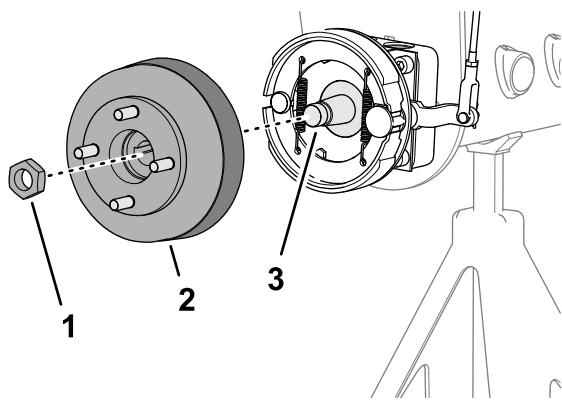
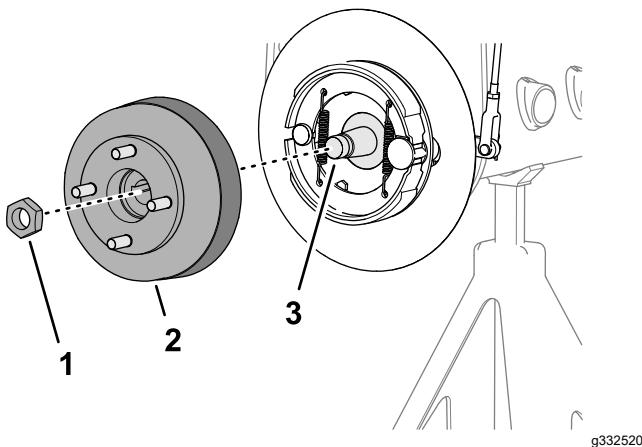

Figura 75
Figura 76
1. Rimuovete il dado di bloccaggio che fissa il mozzo all'albero motore della ruota (Figura 75 o Figura 76).
- 4. Utilizzate l'estrattore del mozzo delle ruote specificato per rimuovere il mozzo della ruota e il tamburo del freno dall'albero motore della ruota (Figura 75 o Figura 76).